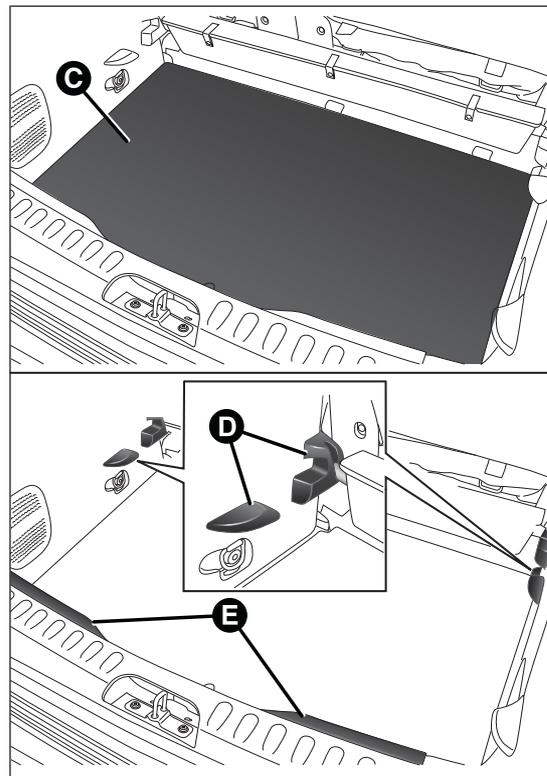

fig. 95
- introducir los objetos deseados en el compartimento C fig. 95;
- a continuación, volver a colocar correctamente la plataforma B en los correspondientes alojamientos D fig. 95 presentes en los laterales y en el travesaño trasero E.